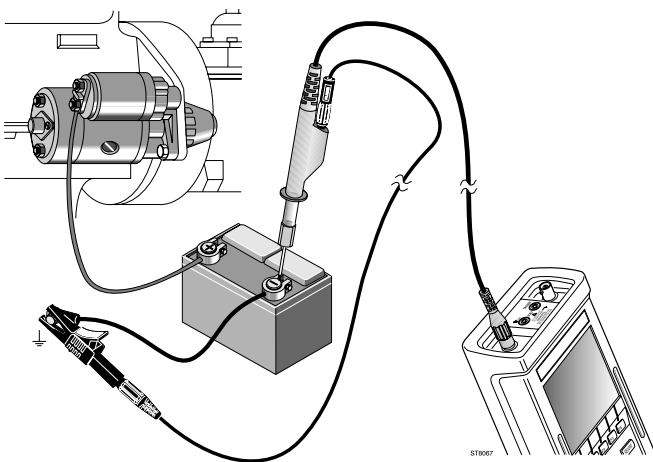

Bild 79, Spannungsabfall-Messung
3. Schließen Sie die Meßleitungen so an, wie dies von der Funktion 'Anschlußhilfe' und in Bild 79 dargelegt wird.